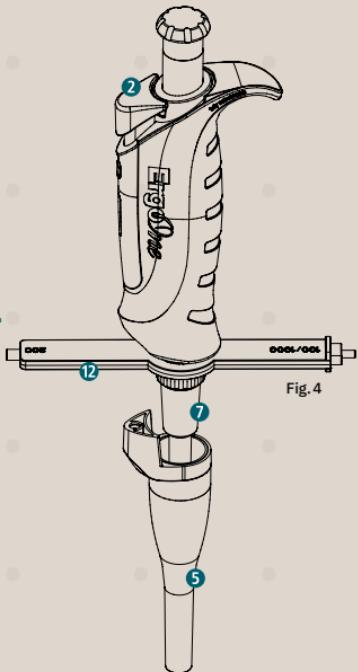

Fig. 4
- Enfoncez entièrement le bouton d'éjection ② et retirez le tube d'éjection ⑤ par le bas (Fig. 4).
- Desserrez avec précaution le cône de la pipette ⑦ à l'aide de l'outil auxiliaire ⑯ en le tournant en sens horaire des aiguilles d'une montre (le retrait du cône des pipettes ErgoOne® de 5 ml s'effectue sans outil auxiliaire).